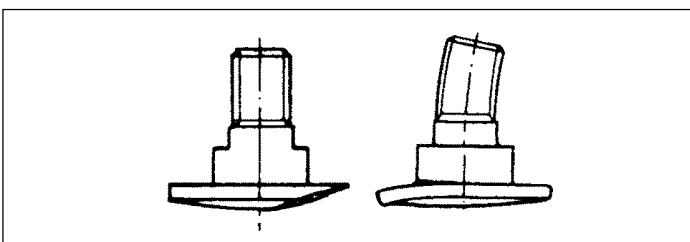

Fig. 21
- **el tornillo de fijación** de las cuchillas está curvado o desgastado excesivamente debajo de la cabeza (fig.21).